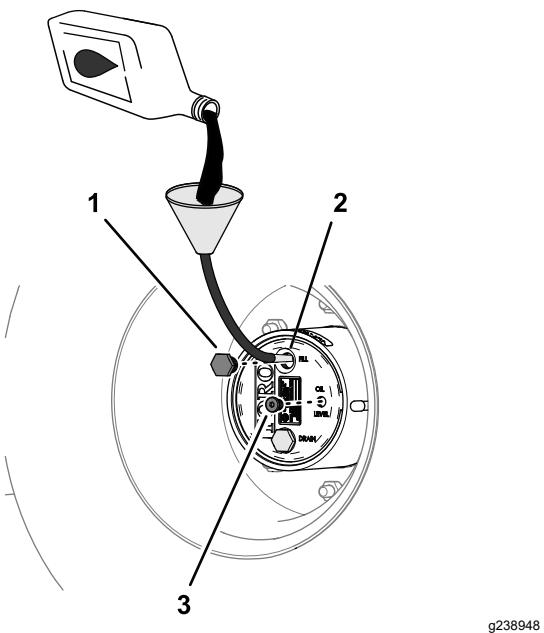

Bild 95
4. Wenn der Ölstand niedrig ist, entfernen Sie die Füllschraube und füllen Sie Öl der angegebenen Sorte ein, bis es aus dem Loch der Prüfschraube ausläuft (Bild 95), siehe Schmiermittelspezifikation für Planetengetriebe (Seite 72).
6. Setzen Sie die Füllschraube und die Prüfschraube ein (Bild 95).
1. Füllen Sie langsam das angegebene Getriebeöl in die Füllöffnung ein, siehe Bild 95 in Prüfen des Ölstands im Planetengetriebe \(Seite 72\).
3. Setzen Sie die Füllschraube und die Ölstandsschraube ein, siehe Bild 95 in Prüfen des Ölstands im Planetengetriebe \(Seite 72\).